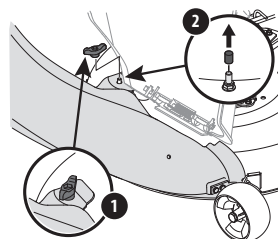

Figure 18
- Fixez le coude de la goulotte au plateau de coupe avec un écrou papillon (720-04122) de l'ensemble de quincaillerie 689-02364. Voir Figure 18.
NOTE : Retirez le capuchon protecteur (si présent) du goujon de montage sur le plateau de coupe. Voir Figure 18.